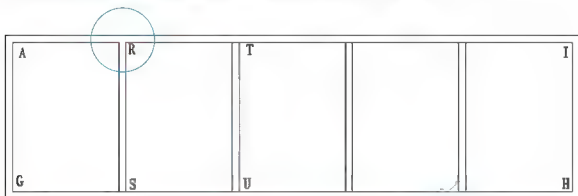

图 2.45 打开多线的 T 形接头
- ② 在选择第一条多线: 提示下, 单击选择 RS 线临近 AI 线处。
- ③ 在选择第二条多线: 提示下, 单击选择 AI 线临近 RS 线处, 则 RS 和 AI 线相交处变成如图 2.45 所示的状态。
(3) 用同样的方法编辑其他的 T 形接头处, 打开所有 T 形接头。